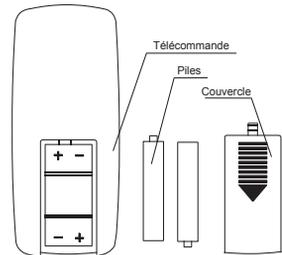

Fig.10
- (1) Faire glisser le couvercle du compartiment des piles à l'arrière de la télécommande.
(2) Insérer les piles, en vous assurant de respecter la polarité. Voir la figure 10.
(3) Remettre le couvercle du compartiment des piles en place.